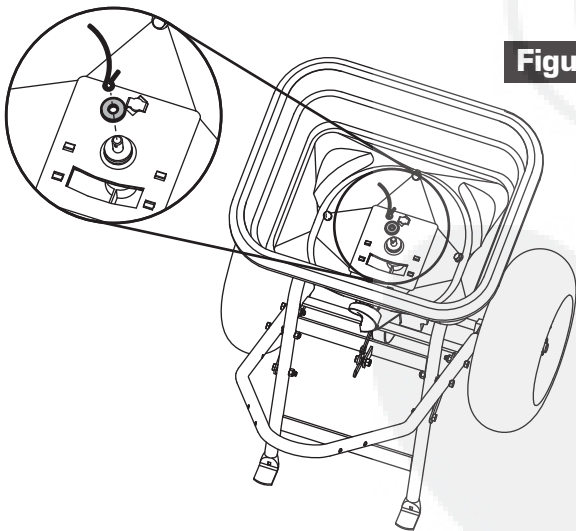

**Figura 6**
**NOTA: El pasador de cierre del resorte encajará en la posición como se muestra en la Figura 6.**